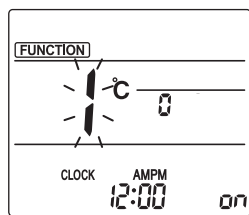

Fig. 3-1
- 1 Vaya al modo de ajuste manual del deflector. Pulse el botón **[MENU]**. (Inicie esta operación con la pantalla de estado del mando a distancia apagada). "FUNCTION" (FUNCIÓN) se ilumina y "1" parpadea. (Fig. 3-1) Pulse el botón **[▲]** para seleccionar "2" y, a continuación, pulse el botón **[SET]**.